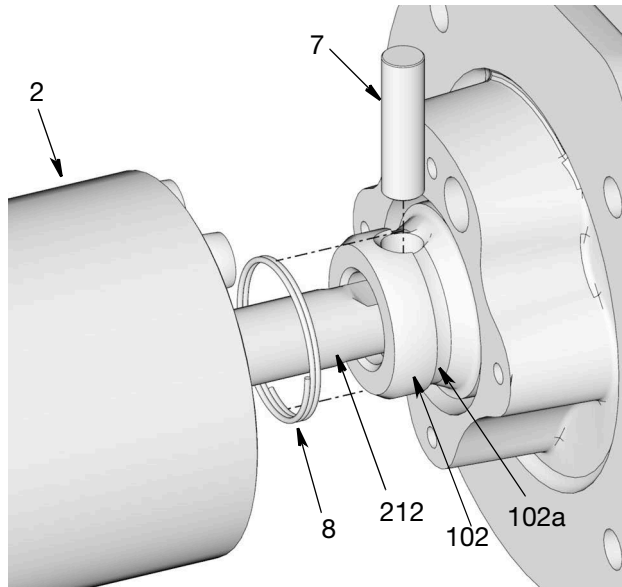

图 26
11. 将弹簧 (8) 从连接杆 (102) 的沟槽 (102a) 中滑出，露出泵销钉 (7) (图 26)。推或轻敲，将泵销钉 (7) 从孔中取出。